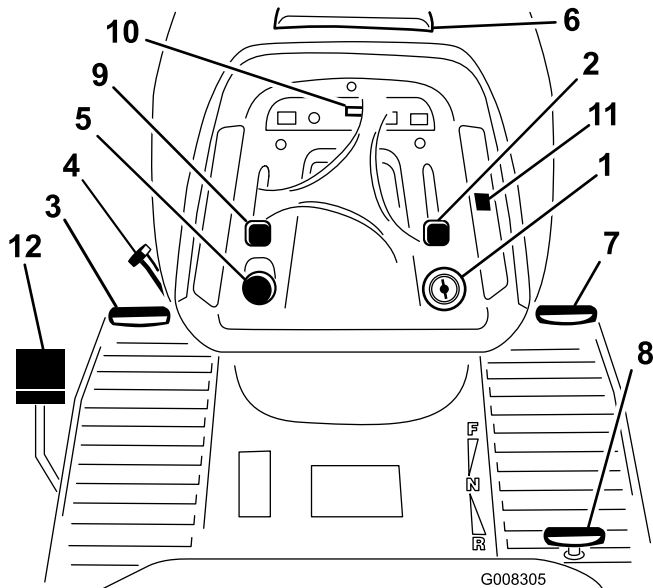

Figura 3
Prima di avviare il motore e di utilizzare la macchina, familiarizzate con i comandi (Figura 3).
1. Premete e tenete premuto il pedale del freno (Figura 3).
2. Girate in senso antiorario la leva del freno di stazionamento (Figura 3) ed alzate lentamente il piede dal pedale del freno.
1. Premete il pedale del freno (Figura 3).
2. Premete il comando del controllo elettronico della trazione in posizione On (Figura 3).
Il contaore è situato sul quadro degli strumenti (Figura 3) ed indica il totale delle ore di servizio della macchina.